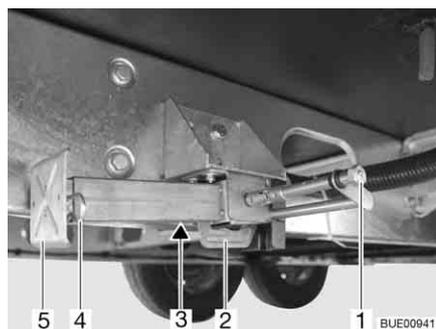

Fig. 25 Apoyo de elevación
- Colocar la llave de vaso en el hexágono (Fig. 25,1) y girarla hasta que el apoyo de elevación quede verticalmente hacia abajo.
- En caso de que la longitud del apoyo de elevación sea ajustable, extraer la clavija hendida (Fig. 25,4) de la prolongación del pie de apoyo (Fig. 25,5).
- Colocar la llave de vaso en el hexágono (Fig. 25,1) y girarla hasta que el apoyo de elevación esté de nuevo libre del suelo.
- Introducir totalmente la prolongación del pie de apoyo (Fig. 25,5) e introducir la clavija hendida (Fig. 25,4) en el orificio previsto para ello que hay en la prolongación del pie de apoyo.
- Girar el hexágono (Fig. 25,1) hasta que el apoyo de elevación se haya girado hacia arriba y la guía (Fig. 25,2) tenga contacto con el extremo de la ranura (Fig. 25,3).